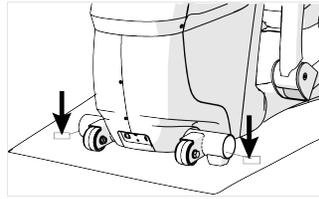

Abbildung 8
1. Entfernen und entsorgen Sie die beiden Befestigungselemente, mit denen das vordere Rahmenrohr des AMT an der Versandpalette befestigt ist (Abbildung 8).